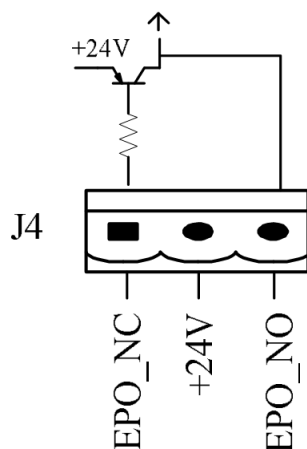

Рис. 1-14. Схема входного порта для дистанционной подачи команды EPO
Для дистанционной подачи команды ЕРО используется входной порт J4. При этом в обычном режиме нормально замкнутый контакт (NC) подключен к напряжению +24 В, и команда ЕРО срабатывает при отключении контакта NC от +24 В или при замыкании нормально разомкнутого контакта (NO) на потенциал +24 В. Схема порта показана на рис. 1-14, описание порта приводится в таблице 1-4.